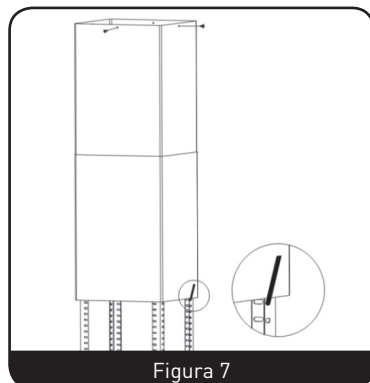

Figura 7
5. Sujete la sección superior de la chimenea a la placa de fijación utilizando 4 tornillos autopercutoros. Pase la sección inferior de la chimenea sobre los perfiles angulares y elévela hasta que solape la sección superior de la chimenea. (Figura 7)